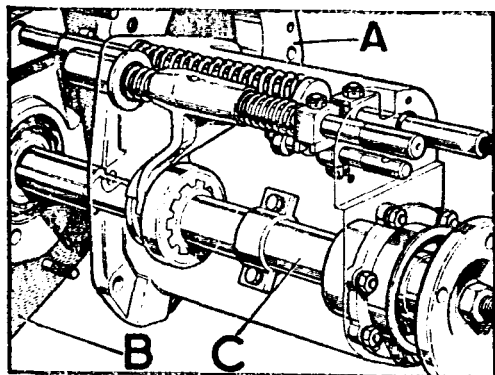

Fig. C1-49 Instalación de la caja del eje de salida en la reductora
- 2.3. Cubrir ambas caras de la junta, B, (Fig. C1-49) con compuesto sellador Hermeti-
- 2.4. Situar la caja de salida, C (Fig. C1-49), en la reductora, A, haciendo pasar el